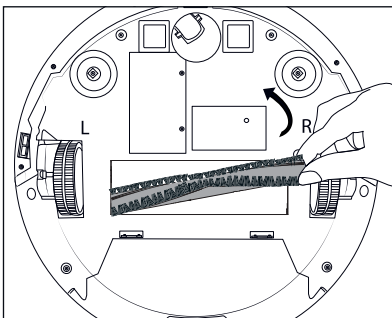

Abb. 15
- ◆ Fassen Sie die Bürstenrolle **16** an der rechten Seite und nehmen Sie sie aus dem Gerät (siehe Abb. 15). Entfernen Sie Haare und Schmutz mit der Reinigungsbürste **10**.